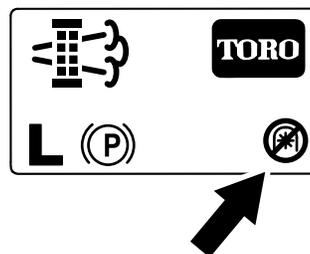

Figura 46
**Nota:** La pantalla de inicio muestra el icono de toma de fuerza desactivada (Figura 46).
**Nota:** La pantalla de inicio muestra el icono de toma de fuerza desactivada; consulte la Figura 46 en Mensajes de regeneración con la máquina aparcada \(página 42\).